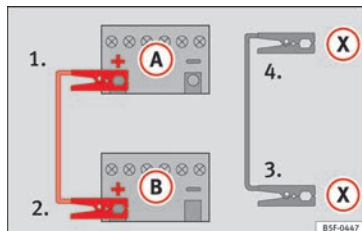

Fig. 190 Esquema de conexión para vehículos con sistema Start Stop.
– **En los vehículos con sistema Start-Stop:** emborne un extremo del cable *negro* de emergencia (X) a un terminal de masa adecuado, a una pieza de metal maciza que vaya atornillada al bloque motor o al mismo bloque motor » » » fig. 190.
5. Emborne el otro extremo del cable *negro* de emergencia (X), en el vehículo con la batería descargada, a una pieza de metal maciza que vaya atornillada al bloque motor o al mismo bloque motor pero lo más alejado posible de la batería (A).